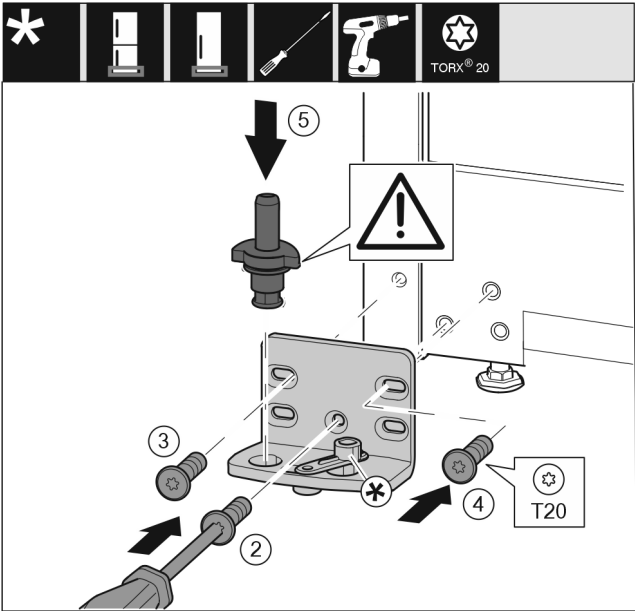

Fig. 19
- ▶ 将托架安装到另一侧，并借助螺丝刀旋紧。用螺钉 Fig. 19 (2)从底部的中心开始。
- ▶ 拧紧螺钉 Fig. 19 (3)和螺钉 Fig. 19 (4)。
- ▶ 将轴承螺栓 Fig. 19 (5)完全装入。同时注意止动凸轮需指向后方。